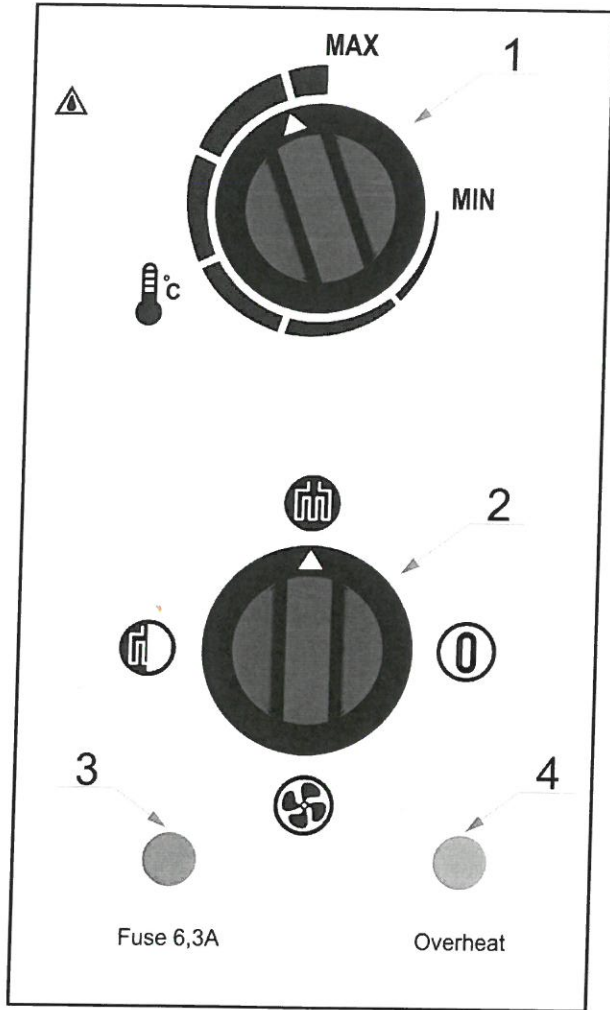

Abb.2 Bedienfeld
Schalten Sie das Gerät EIN und starten Sie das Heizgerät, indem Sie den Funktionsschalter (Nr.2 Abb.2) in die gewünschte Position bringen: ① Heizen 9kW oder ② Heizen 18kW oder ③ Ventilatorbetrieb (A, B oder C Abb.5.) Das Raumheizgerät ist mit ein regelbarer Thermostat. Die gewünschte Temperatur wird mit dem Einstellknopf (Nr.1 Abb.2) eingestellt. Danach läuft die Heizung automatisch.
•Überprüfen Sie die Sicherung (Pos.3 Abb.2). Verwenden Sie zum Ersetzen der Sicherung nur eine 6,3 A-Sicherung.
•Bei Überhitzung leuchtet die Überhitzungsanzeige (Pos.4, Abb. 2). Der Überhitzungsschutz sollte manuell durch Drücken der Reset-Taste zurückgesetzt werden